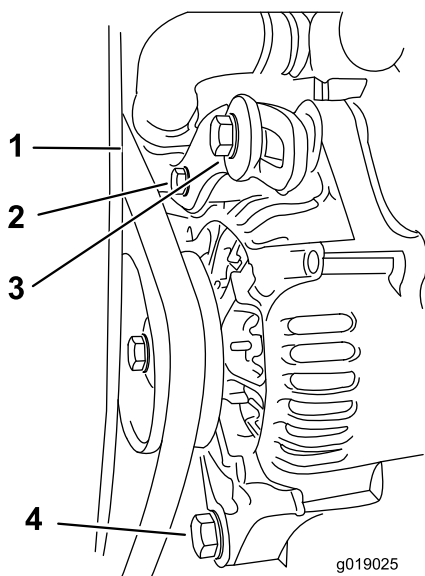

Figure 39
1. Vérifiez la tension de la courroie d'entraînement en appuyant le pouce au point indiqué (Figure 39).